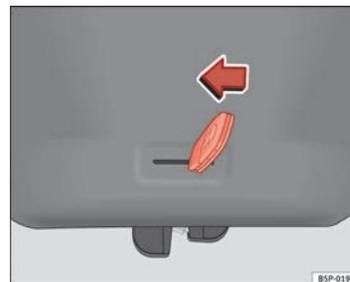

Fig. 68 Portón trasero: apertura de emergencia
- Introduzca el espadín de la llave en la ranura y desbloquee el sistema de cierre, dirigiendo la llave de derecha a izquierda, tal como indica la flecha ⇒ fig. 68.